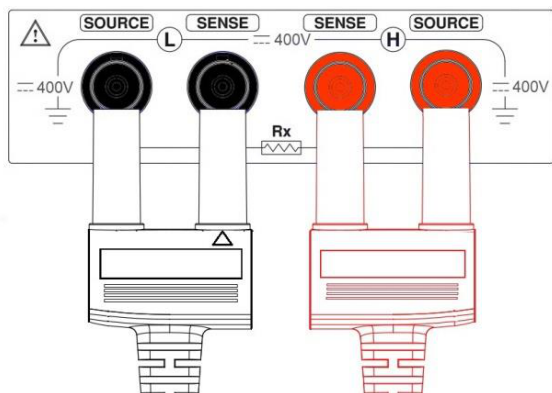

图3-2-2测试线与仪器端孔连接示意图（以UT3563面板为例）
3. 将四个端子测试线按照如图3-2-2方法连接到仪器输入端子上，具体操作如下：